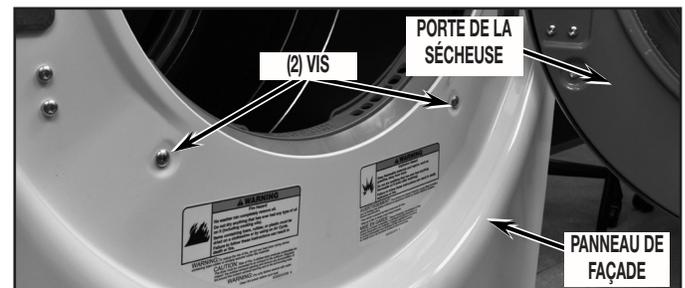

FIGURE 5
9. Ôter le panneau de façade : ouvrir la porte et ôter les deux (2) vis de fixation identifiées à la *Figure 5* ; après la dépose des deux vis, fermer la porte.